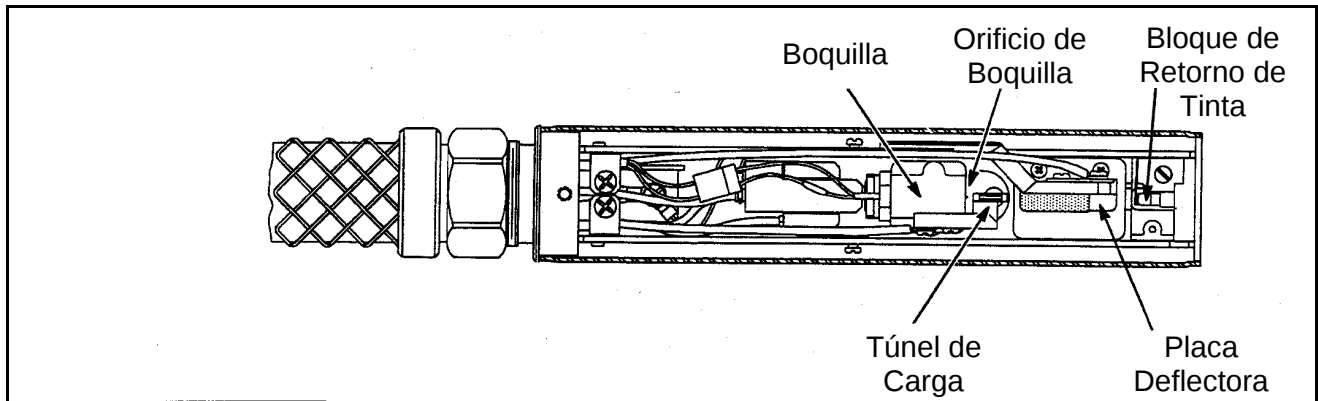

Figura 6-6. Identificación de los Componentes
5. Efectúe una inspección visual del conjunto del cabezal de impresión. Busque las partículas extrañas y la tinta que generalmente se acumulan en el orificio de la boquilla (ubicada en el frente de la boquilla), túnel de carga, placa deflectora y retorno de tinta. (Para conocer la ubicación de cada componente, vea la Figura 6-6).